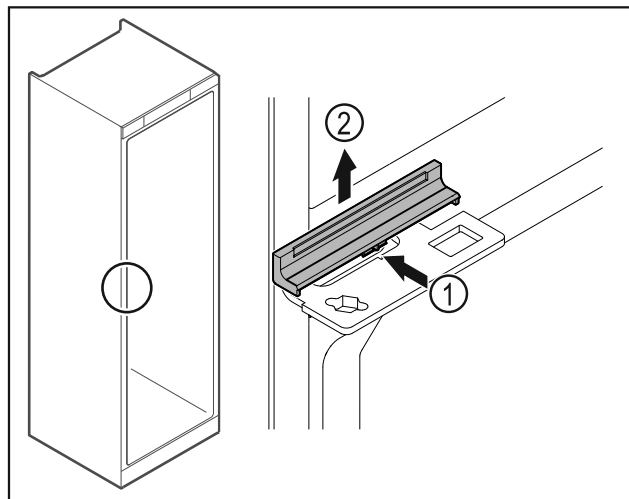

Fig. 39
- Premere leggermente la copertura Fig. 39 (1) al centro e rimuoverla sollevandola verso l'alto Fig. 39 (2).